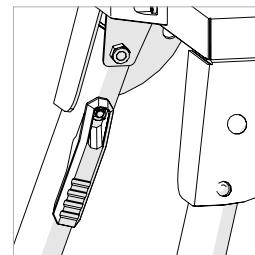
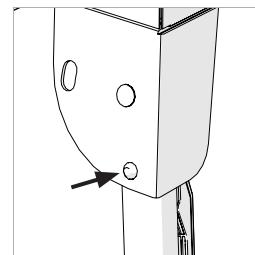

Abb. 1
Abb. 2
- Drücken Sie den Verriegelungs-/Entriegelungshebel (**Abb.1**) zum Bein hin, um es aus der eingeklappten Position zu lösen.
- Wiederholen Sie diesen Vorgang, bis alle vier (4) Beine ausgeklappt sind.
- Vergewissern Sie sich, dass alle vier (4) Beine in ihrer Betriebsposition fixiert sind. Die Verriegelungsstifte der Scharniere müssen vollständig in die eingravierten Schlüsse in den Eckwinkeln des Tisches eingeführt werden. (**Abb.2**).